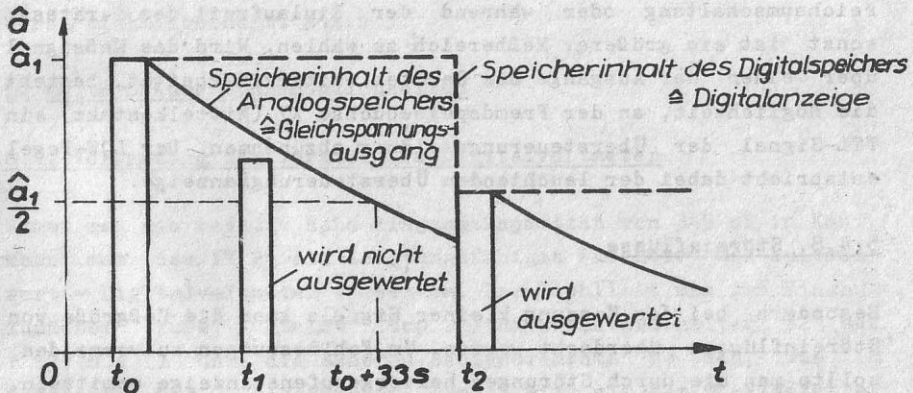

Bild 5: Zur Arbeitsweise des Spitzenwertspeichers
- Folgt auf einen Stoß ein kleinerer, wird dieser ausgewertet, wenn er den momentanen Entladezustand des analogen Spitzenwertspeichers übersteigt (siehe Bild 5).